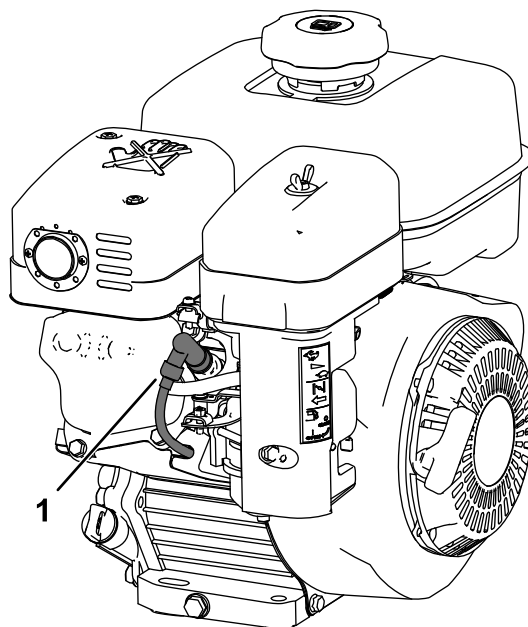

Bild 5
5. Ziehen Sie den Kerzenstecker ab (Bild 5).